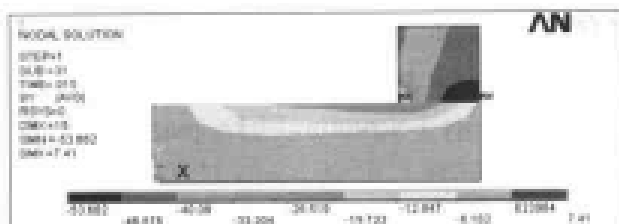

图 13-178 滑块内部 Y 方向应力场等值线
(3) 选择 Main Menu | General Postproc | Plot Results | Contour Plot | Nodal Solu 命令,出现 Contour Nodal Solution Data 对话框,在 Item to be contoured 列表框中选择 Nodal Solution | Stress | Y-Component of stress 选项,单击 OK 按钮,ANSYS 窗口将显示如图 13-178 所示的滑块内部 Y 方向力场等值线图。